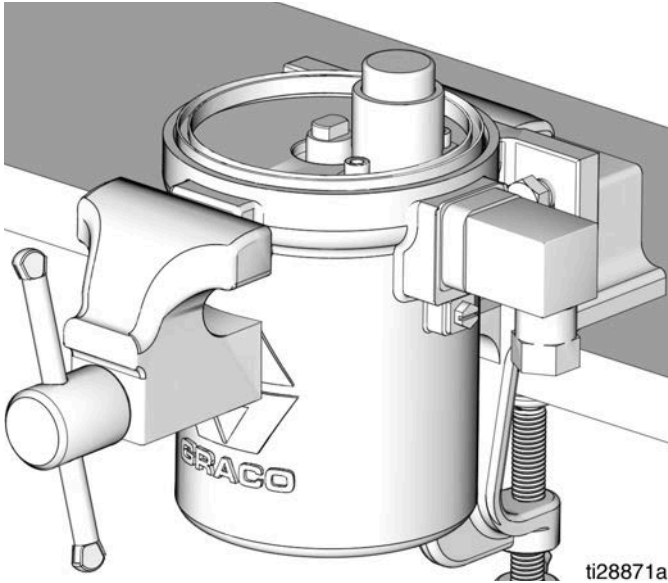

FIG. 36
12. Riposizionare il cilindro del motore pneumatico nella morsa e accedere alla parte superiore del cilindro del motore pneumatico come mostrato in FIG. 36.